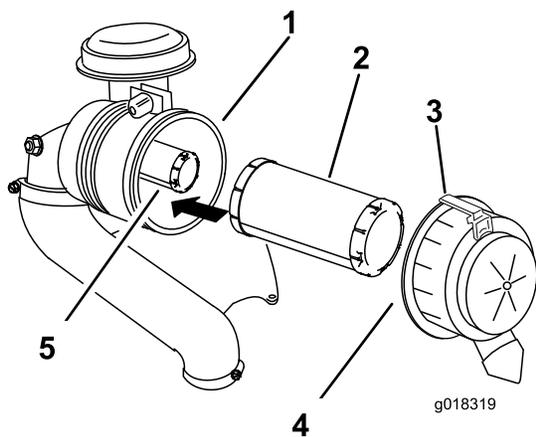

Bild 45
2. Ziehen Sie den Riegel nach außen und drehen Sie die Luftfilterabdeckung nach links (Bild 45).
3. Entfernen Sie die Luftfilterabdeckung vom Luftfiltergehäuse (Bild 45).
- Schieben Sie den Hauptfilter vorsichtig aus dem Luftfiltergehäuse heraus (Bild 45).
- Wenn Sie den Sicherheitsluftfilter austauschen, schieben Sie ihn vorsichtig in das Filtergehäuse ein (Bild 45).
- Schieben Sie den Hauptluftfilter vorsichtig auf den Sicherheitsluftfilter (Bild 45).
- Bringen Sie die Luftfilterabdeckung so an, dass die Seite mit **Up** nach oben zeigt, und rasten Sie den Riegel ein (Bild 45).